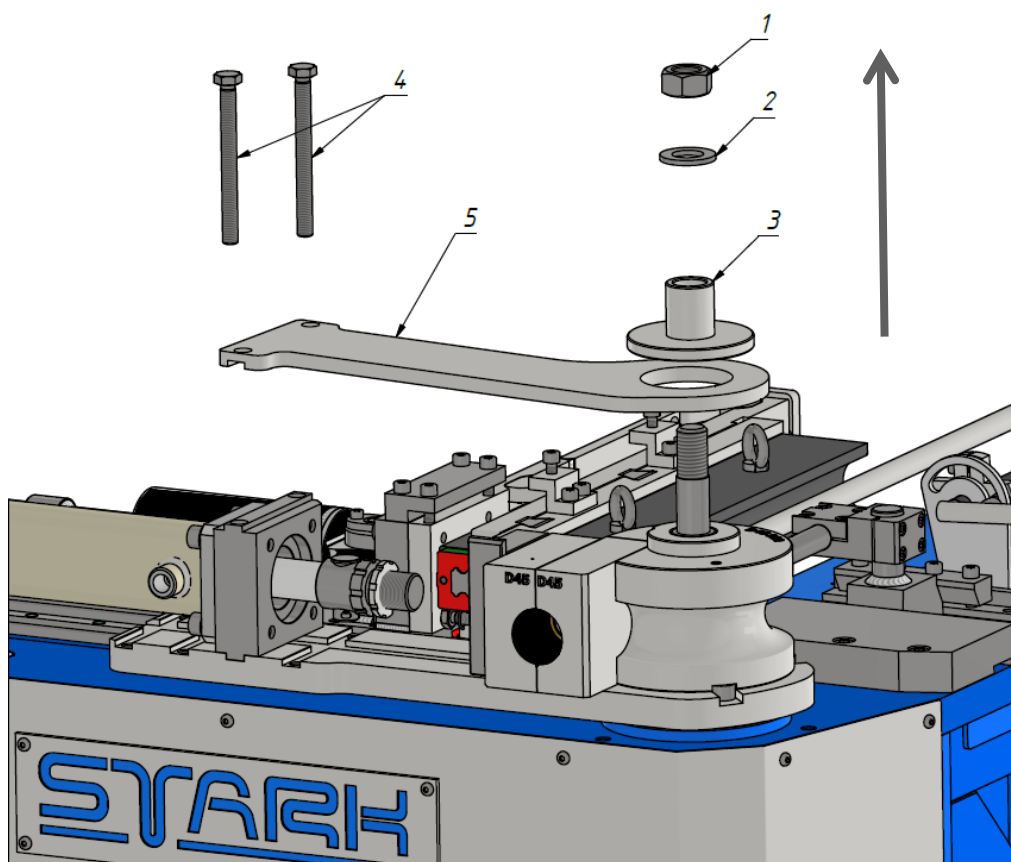

Рис. 4.2.1
4. Выкрутить фиксирующие болты и гайку (поз. 1,4 рис. 4.2.1), снять шайбу (поз. 2-3) и пластину зажима (поз. 5)